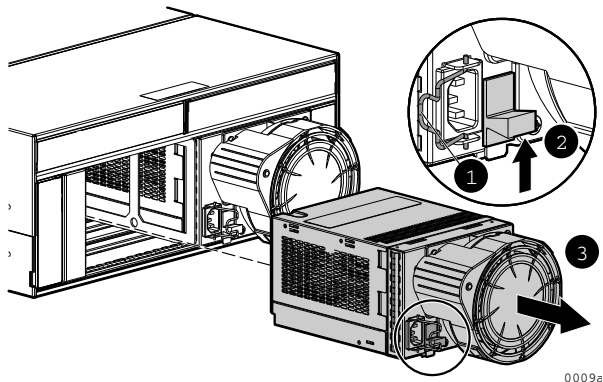

図 4. 電源の取り外し
1. 電源コードのロック(1、図 4)を外し、電源装置から電源コードを外します。